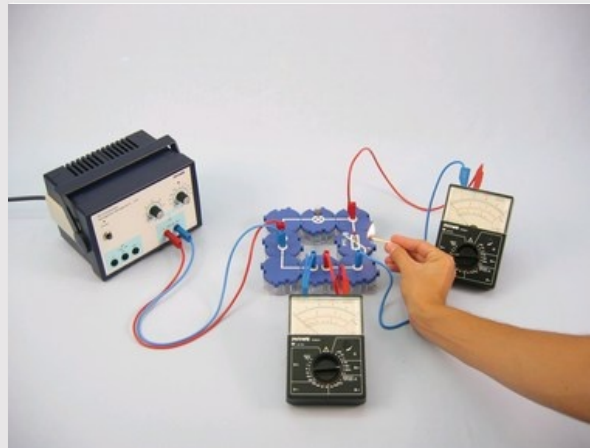

Рис. 5
- Нагрійте РТС-резистор полум'ям сірника, як показано на рис. 5.